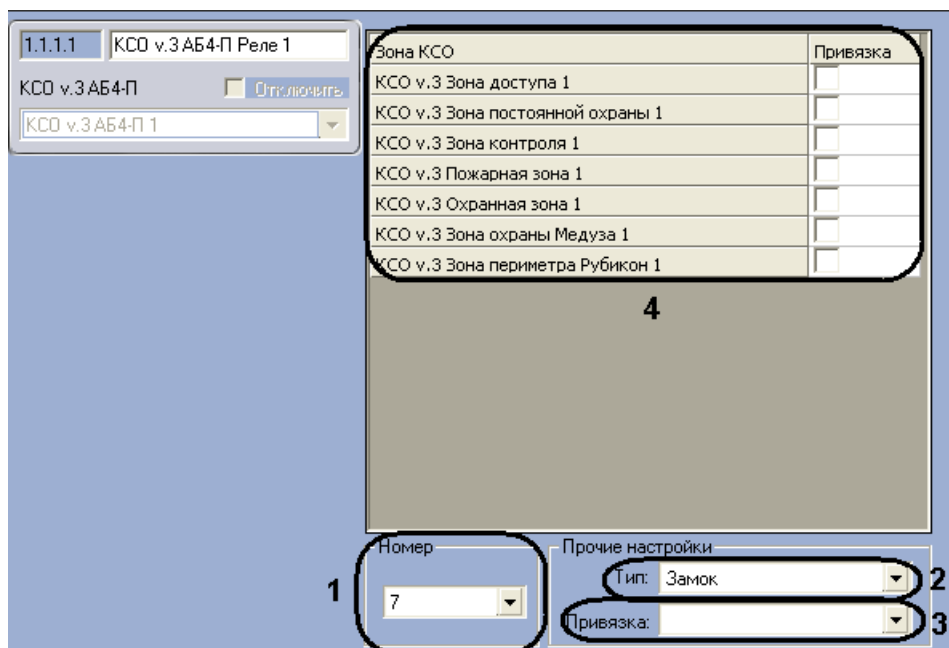

Рис. 3.2—5 Настройка реле АБ4-П
1. Из списка **Номер** выбрать номер соответствующего выхода управления АБ4-П (Рис. 3.2—5, **1**).
2. Выбрать тип реле из соответствующего списка (см. Рис. 3.2—5, 2).
3. Выбрать охранную зону, при переходе которой в состояние **пожар**, реле должно активироваться. Для реле типов **Охрана** и **Тревога** можно выбрать несколько зон, установив соответствующие флажки (см. Рис. 3.2—5, 3), для всех остальных типов предполагается выбор одной зоны из соответствующего списка (см. Рис. 3.2—5, 4).